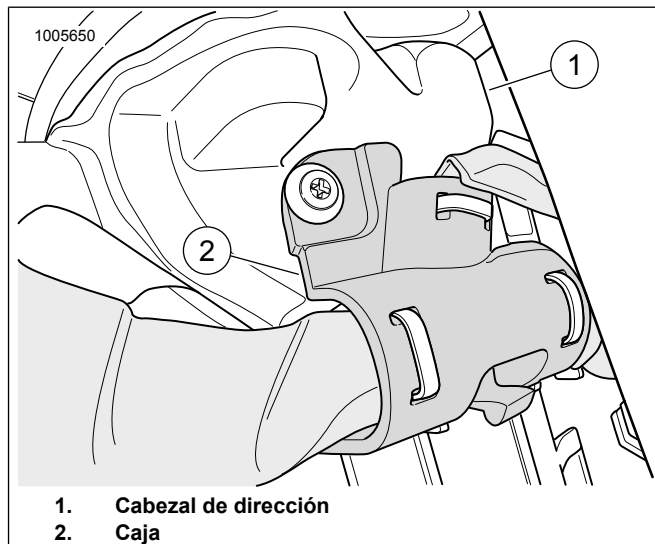

Figura 6. Cabezal de dirección
10. Consulte la Figura 6. Pase el extremo del arnés de 48 pulg. al cabezal de dirección (1). Use una caja (2) para asegurar el arnés.